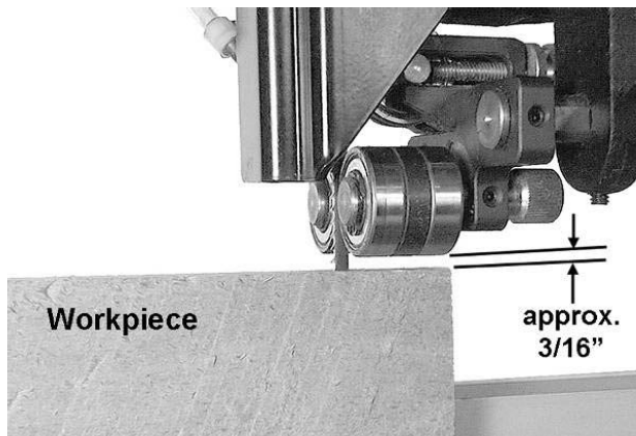

Рисунок 9-1
2. Отрегулируйте направляющий узел пильного полотна таким образом, чтобы направляющие опоры находились чуть выше обрабатываемой детали (примерно на 4,8мм (3/16 дюйма)) обеспечивая минимальное воздействие на полотно. Рис. 9-1.